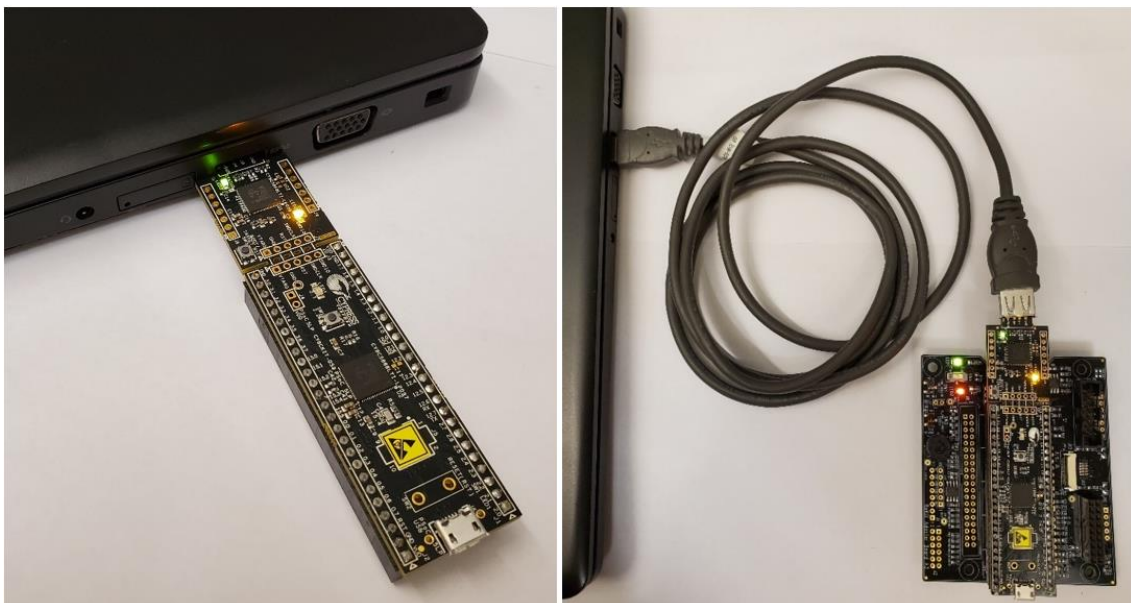

Figure 100. CY8CKIT-059 ファームウェアアップデートのために PC に接続されたプロトタイピングキット
3. CY8CKIT-059 プロトタイピングキットを PC の USB ポートに直接接続するか、USB 延長ケーブル A-オス-A-メスを使用して接続します (Figure 100)。